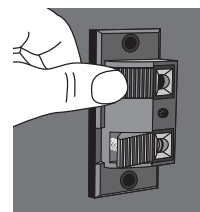

figure 8
2. Gently press on the toggle to open the connector **(figure 8)**.
Appuyer doucement sur le bouton presseur pour ouvrir la borne **(figure 8)**.